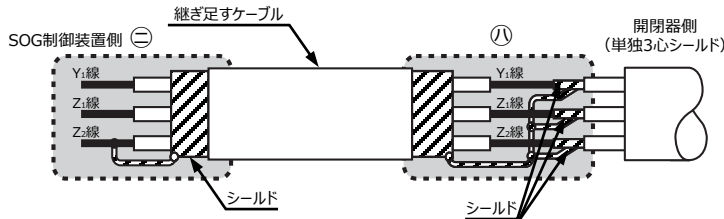

図9 ケーブルの継ぎ足し
- ②シールド内はY1、Z1、Z2の3心のみとしてください。
- ③開閉器側制御ケーブルの端末は、シールド線をZ2端子にはんだ付けしていますので、継ぎ足す場合にはシールド線を外し、端子記号を合わせて接続してください。また開閉器側のY1、Z1、Z2のシールド線と継ぎ足すケーブル側のシールドを接続してください。（図9）
- ④継ぎ足した側のケーブル端末は、SOG制御装置側でシールドとZ2端子を接続してください。（図9）